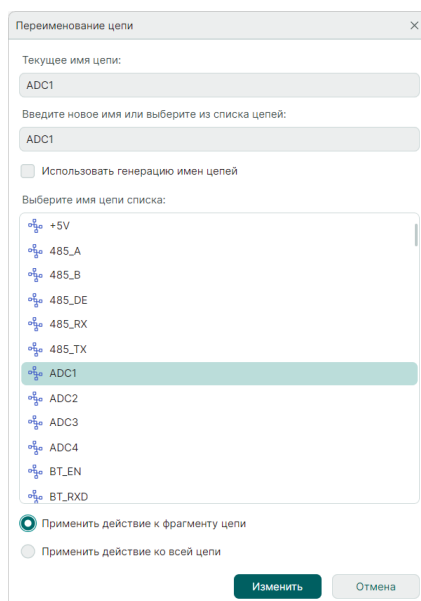

Рис. 122 Окно
- Общий вид окна «Переименование цепи» представлен на Рис. 122.